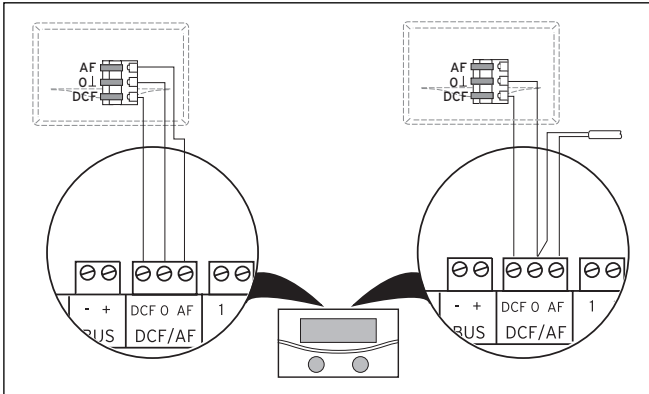

Abb. 6.7 DCF-Empfänger anschließen
- Verdrahten Sie den DCF-Empfänger entsprechend Abb. 6.7: